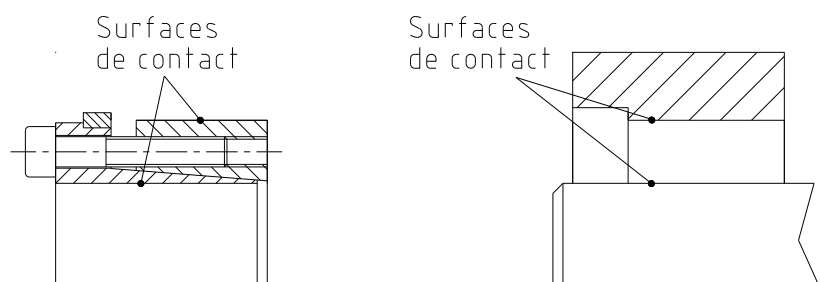

Fig. 6 : Nettoyer les surfaces de contact (exemple : CLAMPEX® KTR 201)
- Nettoyer les surfaces de contact avec l'arbre et le moyeu (voir figure 6), puis appliquer une fine couche d'huile (par exemple Ballistol ou Klüber Quietsch-Ex).